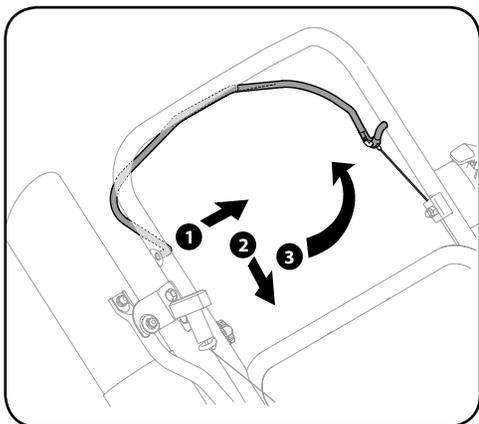

Рисунок 7-5
- 1 Выдавите правую часть регулятора из правого отверстия в верхней рукоятке. См. рисунок 7-5.
3. Поверните прямо вверх, чтобы вывести из левого отверстия в верхней рукоятке. См. рисунок 7-5.